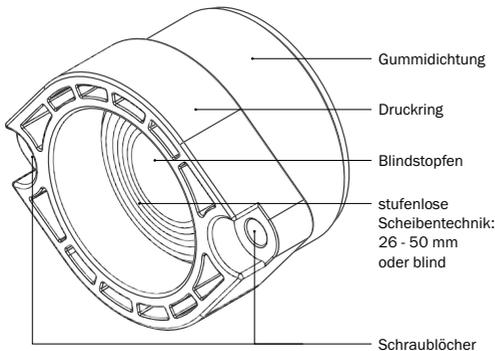

Abbildung 8.1: **KRASO® BKP Dichteinsatz - Strom** - Scheibentechnik
- Entfernen Sie den Blindstopfen des **KRASO® BKP Dichteinsatzes - Strom** - und passen Sie die Gummidichtung anhand der vorgegebenen Scheibentechnik entsprechend dem Rohrlängsdurchmesser an (s. Abbildung 8.1).